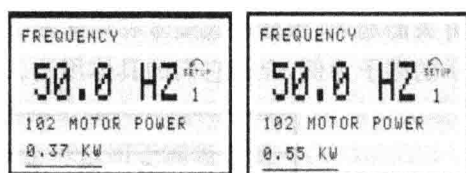

图 1-17 逐级更改数字数据值
② 逐级更改数字数据值 有些参数,如电动机功率(参数 102)、电动机电压(参数 103)以及电动机频率(参数 104)是变频器生产厂家分别固定下来一组数字数据值,使用 [◀/▶]键更改所选数字数据值,如图 1-17 所示为逐级更改数字数据值。当然这些参数也可以进行无级更改。